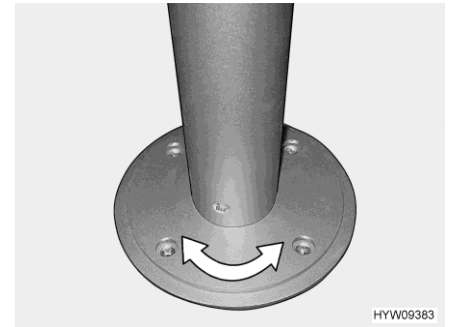

Fig. 134 Base de pedestal (giratoria) (según modelo)
- Girar el tablero de la mesa a la posición deseada. Para ello, se requerirá un poco de esfuerzo ya que el tablero de la mesa gira contra la resistencia por fricción en la base de pedestal (Fig. 134).